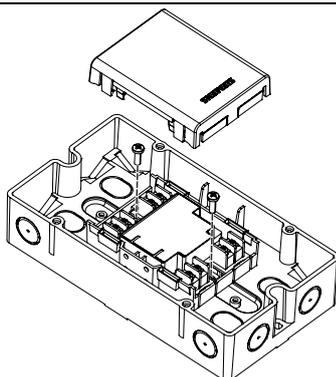

图 10
- 安装在控制器或开关柜外面：使用 FDCH221 保护盒（图 10）。
3. 用 2 个螺钉（M4）将保护盒固定在平整表面上（图 10）。
2. 用 2 个螺钉将模块固定在保护盒底部（图 10）。